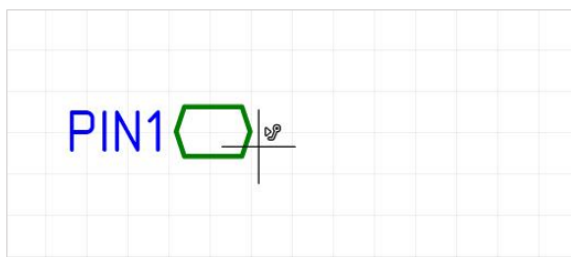

Рис. 272 Размещение блочного порта на схеме блока
5. Нажмите кнопку «ОК», расположенную в нижней части окна, и выберите на схеме блока место, в котором следует разместить порт, см. Рис. 272. При перемещении курсора по схеме отображается возможный вид размещаемого порта.